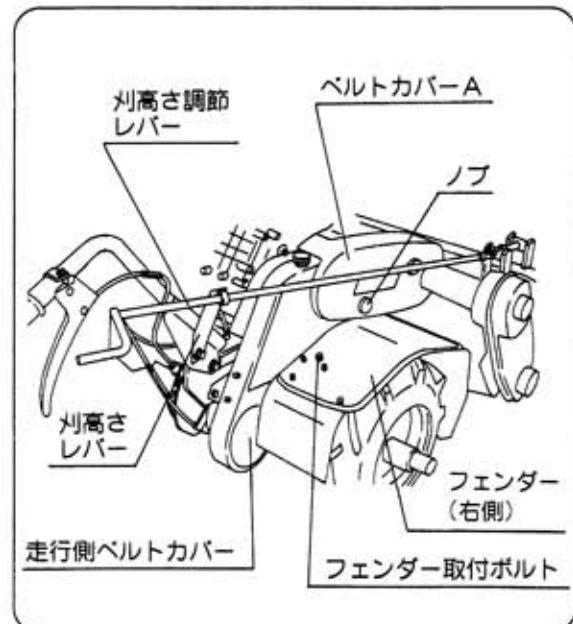

図56
- ① フェンダー取付ボルトをゆるめフェンダー右側を外します。（図56）
- ② 刃高さ調節レバーをゆるめます。（図56）
- ③ ノブをゆるめベルトカバーAを外します。（図56）
- ④ 走行側ベルトカバーを外します。（図56）
- ⑦ ベルト交換後は逆の順序で組立てます。
- ⑧ 主クラッチレバー【入】、刈取クラッチレバー【入】のとき、ベルトとベルト押さえの隙間は3~5mmになるようベルト押さえを固定します。
- ⑨ ベルトカバーA、走行側ベルトカバー、フェンダーを取付けてください。(図56)